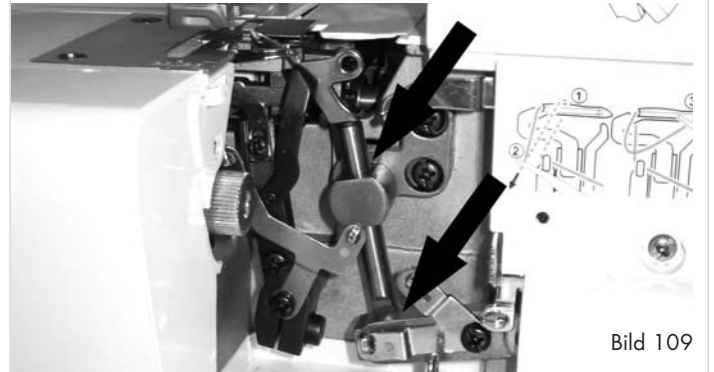

Bild 109
- Smörj maskinen regelbundet på de ställen som visas på bild 109. Använd aldrig något annat än symaskinsolja.